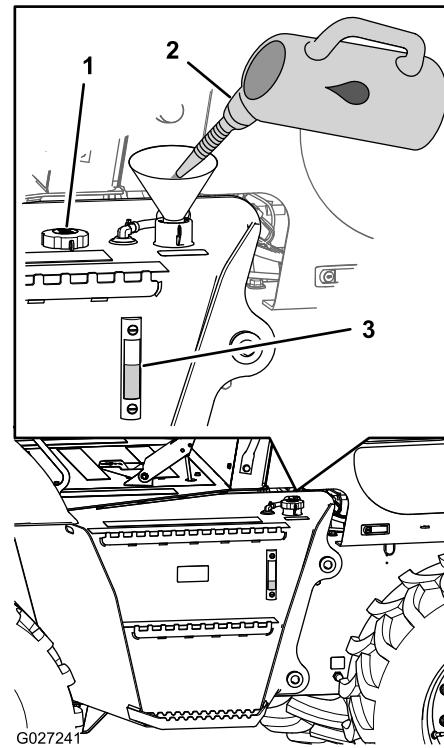

Figure 26
- Contrôlez le niveau de liquide hydraulique dans le regard de niveau situé sur le côté du réservoir hydraulique (Figure 26).
- Si le liquide hydraulique n'est pas visible dans le regard, enlevez le bouchon de remplissage (Figure 26), faites l'appoint de liquide hydraulique spécifié jusqu'à ce que le niveau soit à mi-hauteur du regard, puis remettez le bouchon de remplissage en place.